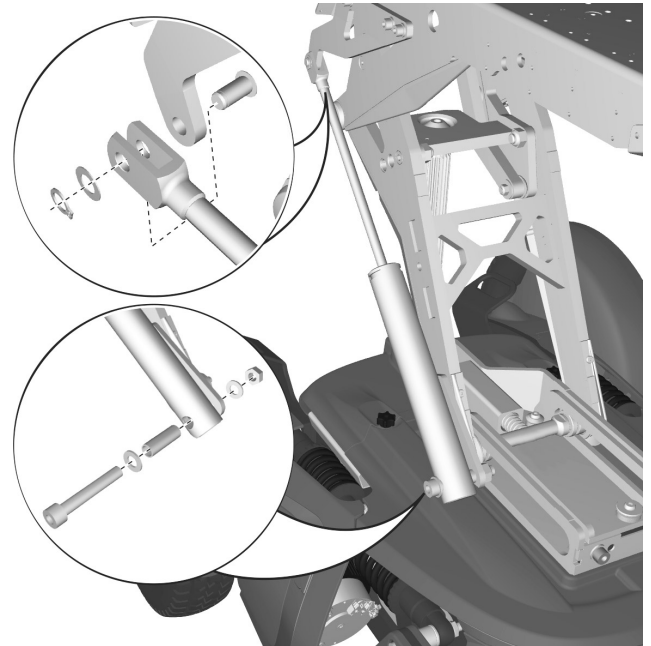

Abbildung 115. Gasfeder der AP-Sitzhöhenverstellung
3. Sicherungsring und Achse, die das vordere Ende der Stellvorrichtung hält, abmontieren. Siehe Abbildung. 115.
4. Schraube, Scheibe und Mutter abmontieren, die die Gasfedereinheit hinten halten. Siehe Abbildung. 115.
2. Das hintere Ende der Gasfedereinheit mit Schraube, Scheiben und Mutter montieren. Siehe Abbildung. 115.
3. Das vordere Ende der Gasfedereinheit mit Sicherungsring und Achse montieren. Siehe Abbildung. 115.